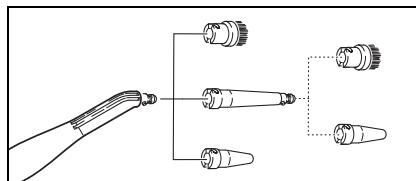

Bild 8
- Punktstrålningsmunstycket (D1) kan också användas tillsammans med förlängningen (D2), rundborsten (D3) eller powermunstycket (D4) (se bild 8). Stick härvid de båda spären i avsatsen på punktstrålmunstyckets låsning och vrid medurs till anslag.